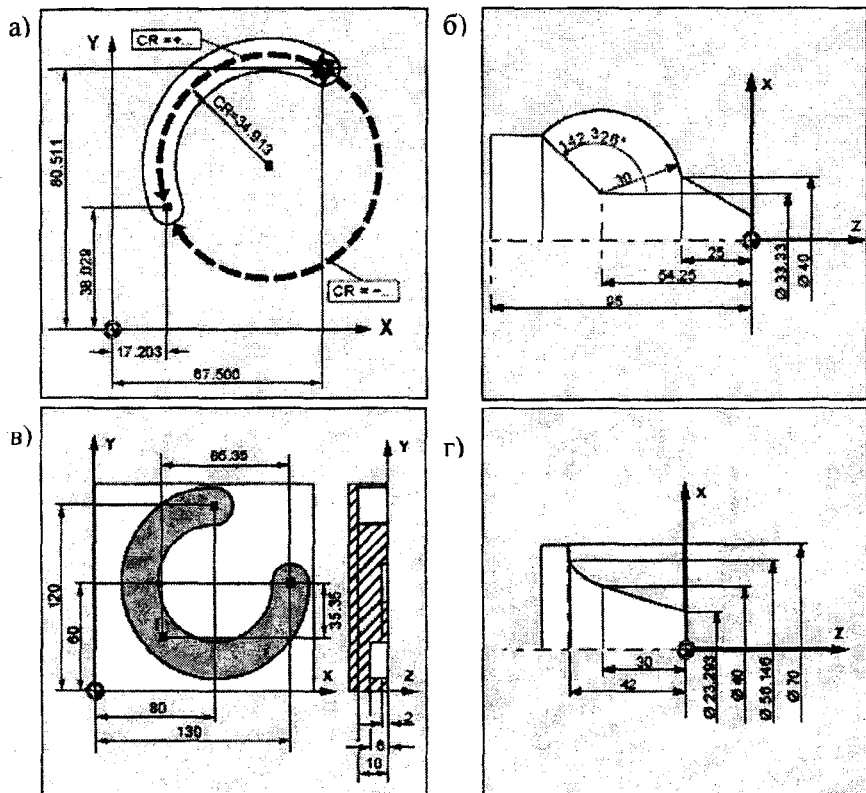

Рис. 3.9
3.3. Запишите фрагмент управляющей программы, задающий направление вращения шпинделя с частотой 400 об/мин, плоскость обработки, подход к стартовой точке (на 2 мм выше поверхности детали), врезание на глубину 2,5 мм с подачей 40 мм/мин и обработку кругового паза с постоянной глубиной на рабочей подаче 50 мм/мин (рис. 3.9, а). Движение по дуге окружности запрограммируйте радиусом и конечной точкой.
3.4. Запишите фрагмент управляющей программы, задающий обработку по контуру (3 участка: конический, круговой, прямолинейный) токарной детали с подачей 0,2 мм/об (рис. 3.9, б). Дуга окружности задана углом и центром. Круговую интерполяцию запишите в двух вариантах: 1) координаты центра заданы инкрементно; 2) координаты центра заданы абсолютно.
3.5. Запишите фрагмент управляющей программы, задающий плоскость обработки, вращение шпинделя 800 об/мин по часовой стрелке, ускоренный подход к стартовой точке (на 2 мм выше поверхности детали), врезание на глубину 2 мм и обработку кругового паза с учетом изменения глубины (рис. 3.9, в). Дуга окружности задана
3.6. Запишите фрагмент управляющей программы, задающий обработку по контуру (3 участка) токарной детали с подачей 0,2 мм/об (рис. 3.9, г). Дуга окружности примыкает к наклонному участку тангенциально.